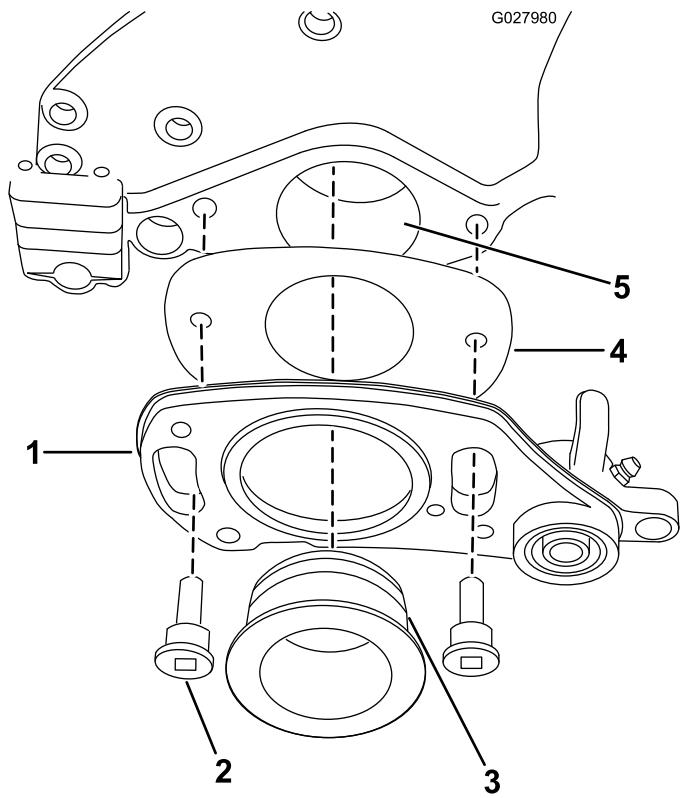

Figura 7
12. Fate scorrere la piastra di spessoramento dietro il gruppo di rotazione destro come mostrato in Figura 7.
13. Lubrificate leggermente l'O-ring e la perforazione pilota con del grasso (Figura 7).
14. Assicurate il gruppo di rotazione con 2 bulloni di spallamento come mostrato in Figura 7.